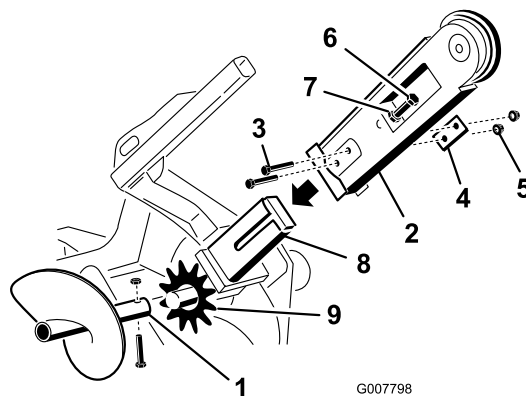

Figure 3
2. Enlevez le boulon et l'écrou de fixation de la tarière de déblayage et déposez la tarière (Figure 3). Mettez le boulon et l'écrou de côté pour un usage ultérieur.
3. Retirez les 2 boulons, écrous et doubles rondelles de chaque côté de la flèche (Figure 3).
4. Desserrez le boulon de réglage et l'écrou de blocage (Figure 3).